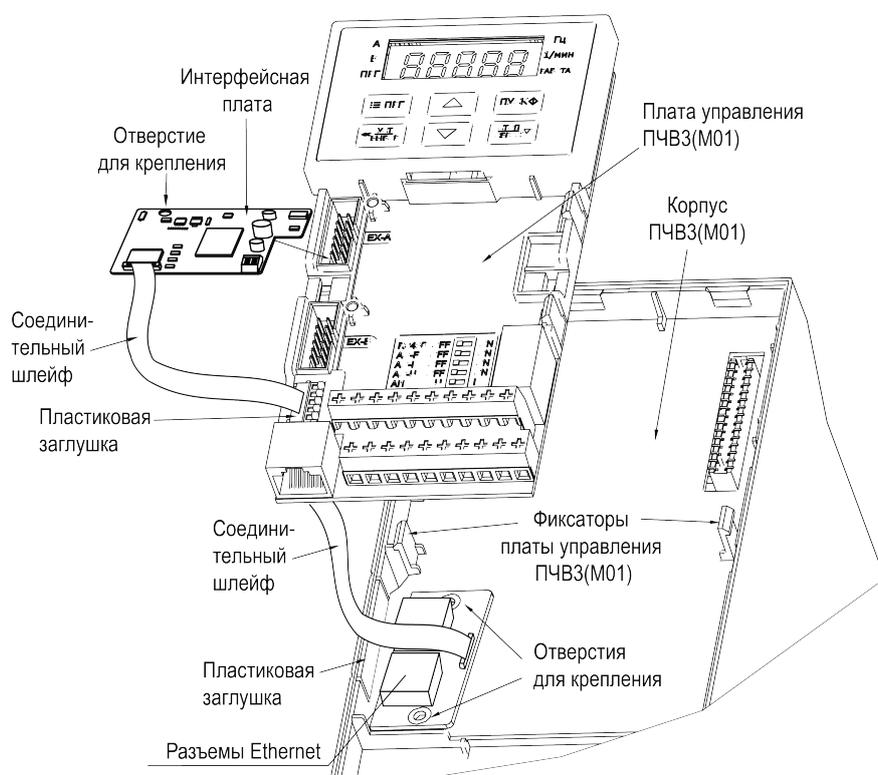

Рисунок 3.1 – Монтаж платы на преобразователях частоты мощностью до 2,2 кВт включительно
Для установки платы в ПЧВЗ (М01) мощностью до 2,2 кВт включительно (см. рисунок 3.1) в следует выполнить действия:
2. Подключить соединительный шлейф к ответному разъему на плате с разъемами Ethernet, как показано на рисунок 3.1.
6. Подключить свободный конец соединительного шлейфа к ответному разъему на интерфейсной плате, как показано на рисунок 3.1.